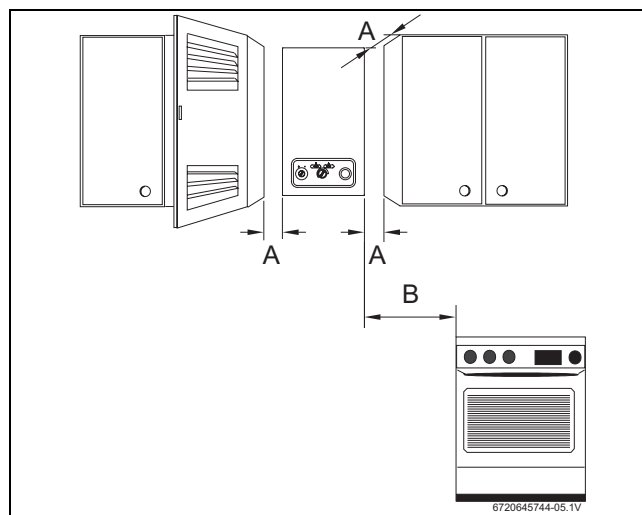

Fig. 15 Distanze minime
- ▶ assicurare la buona accessibilità nell'apparecchio per le operazioni di manutenzione, rispettando le distanze minime indicate nella Fig. 15.